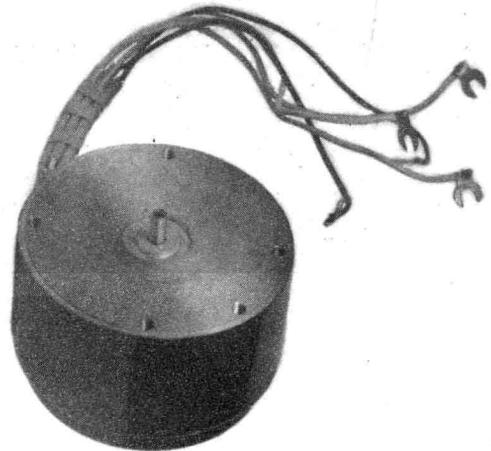

图10. 可逆电机外形
7、可逆电机：外形见图10，是一个为晶体管放大器而设计的鼠笼式两相感应电机，主要技术数据如下：